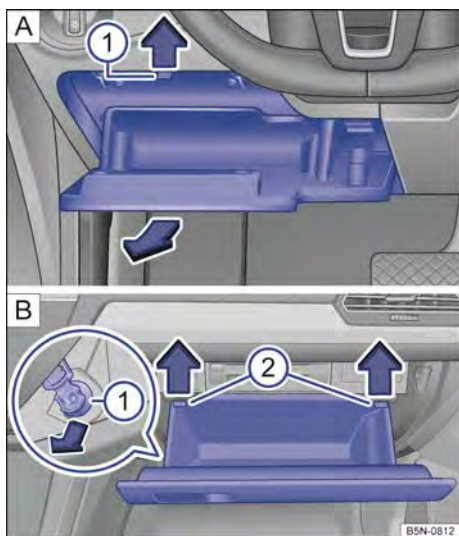

Fig. 217 En el tablero de instrumentos del lado del conductor: tapa de la caja de fusibles.
- Abra el portaobjetos del lado del conductor → fig. 217.
- Presione las pestañas de encastre → fig. 217 ① hacia arriba, en el sentido de las flechas, y al mismo tiempo abra aún más el portaobjetos y retírelo hasta que se pueda acceder al portafusibles.